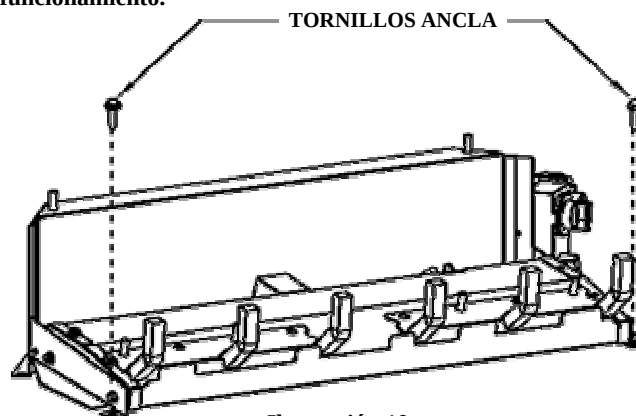

Ilustración 10
Procedimiento de ensamblaje: (Ilustración 10)
3. Fije la reja al suelo del hogar usando los tornillos proporcionados. Vea la ilustración 10